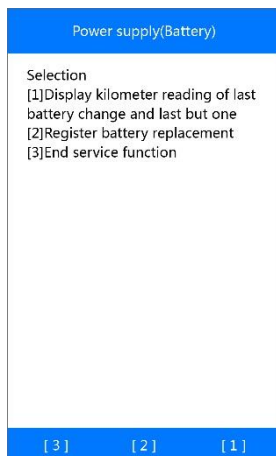

Figura 5-54 *Ejemplo de pantalla de registrar reemplazo de la batería*
- 1) Desde la Figura 5-54, presione **[2]** para continuar.